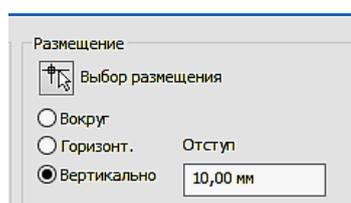

Рис. 109. Выбор вертикального типа размещения
22. В диалоговом окне «Автонумерация позиций» выберите параметр «Вертикально» в области «Размещение» (рис. 109).